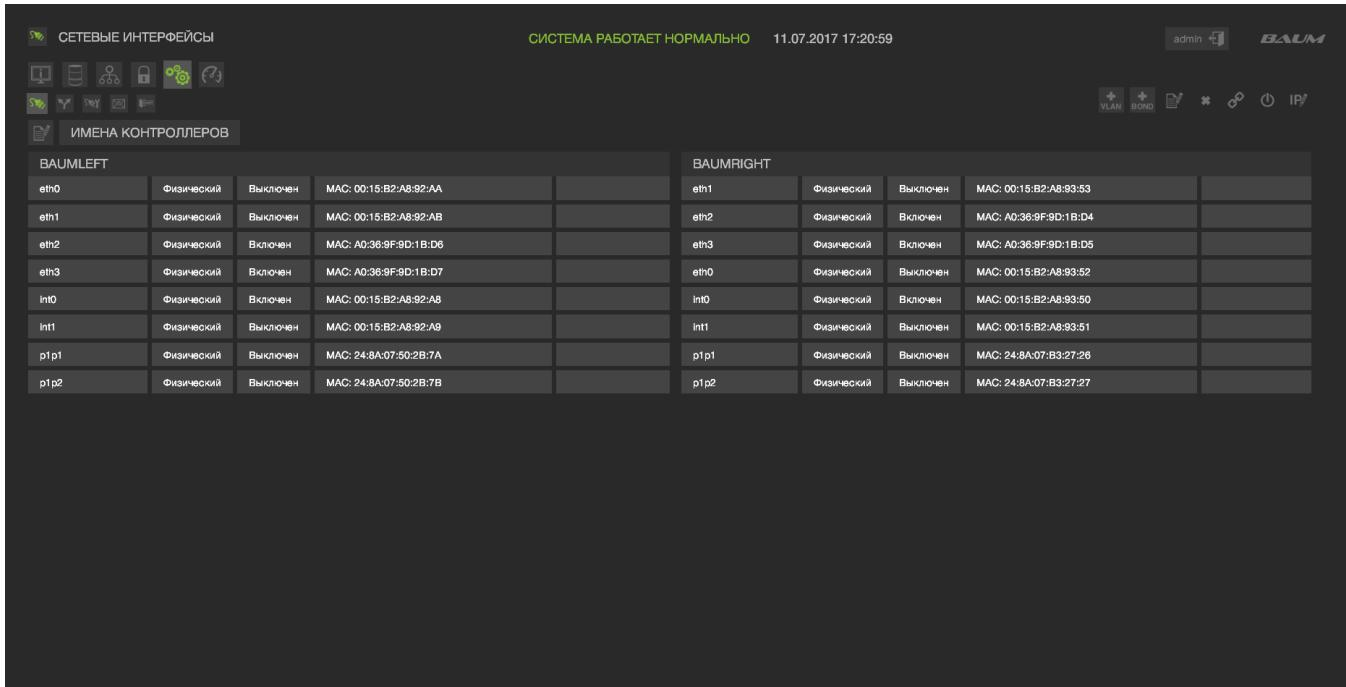

Рисунок 14 – Сетевые интерфейсы
- 1) Перейти на вкладку «Настройки» → «Сетевые настройки» (см. Рисунок 14). На ней отображены все сетевые интерфейсы изделия с их текущими настройками и состояниями: